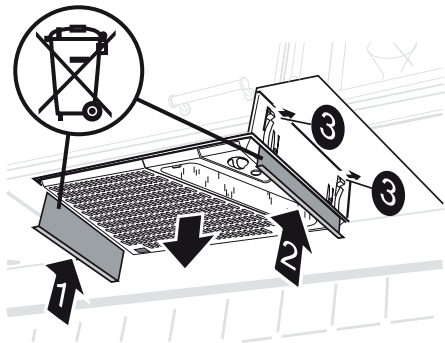

Fig. 15
Trykk demonteringsplatene (1 og 2) opp mellom kjøkkenheten og innbyggingsrammen, slik at fjærene (3) frigjøres. Trekk kjøkkenheten ned fra innbyggingsrammen, Fig. 15.